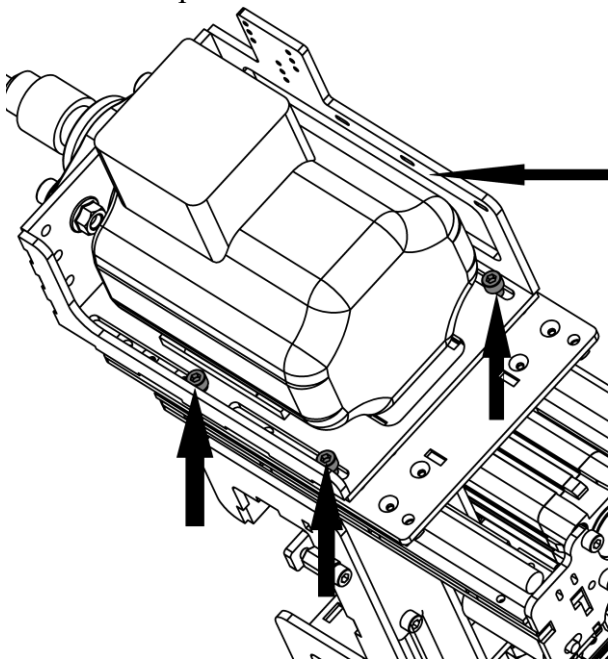

Рисунок 22.
7.8 Расслабляем винты (рис.22) чтоб верхняя часть СМ могла двигаться вдоль пазов 0-100мм. Если этого расстояния не хватит для установки в нужную позицию, то необходимо выкрутить винты (рис.22) полностью, переставить верхнюю часть СМ в оптимальное положение по отверстиям и вкрутить винты подходящие отверстия не затягивая их до конца. После этого механизм также будет перемещаться вдоль пазов на расстояние 0-100мм но уже со смещение вперед или назад. Суммарное смещение верхней части СМ составляет 0-230мм.